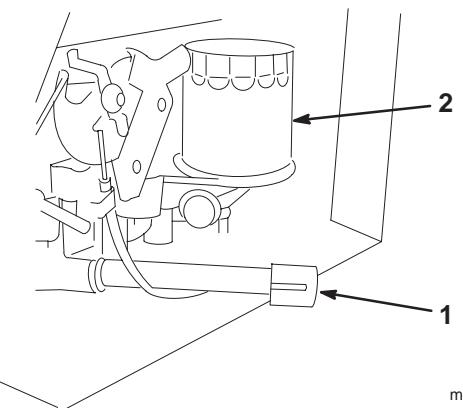

Figure 32
3. Placez un bac de vidange sous l'orifice de vidange. Enlevez le bouchon de vidange (Fig. 32).
- Nettoyez la surface autour du réservoir d'huile et dévissez le bouchon (Fig. 32).